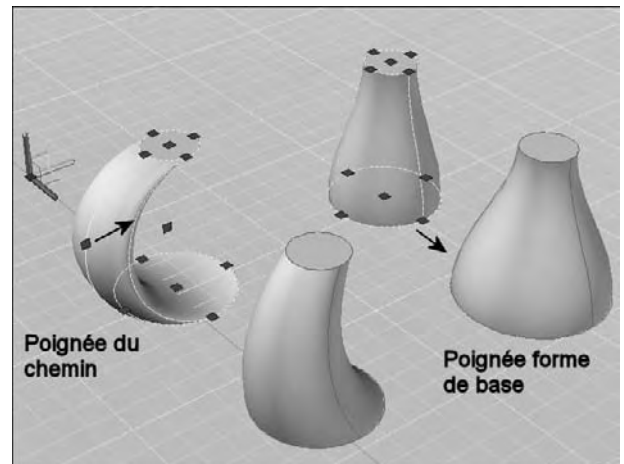

Fig.7.5
- **Solides et surfaces de lissage** : selon la façon dont le solide ou la surface de lissage a été créé, l'objet affiche des poignées sur les lignes ou les courbes de définition à savoir les coupes et la trajectoire. Vous pouvez cliquer et faire glisser les poignées sur les lignes ou les courbes de définition pour modifier le solide ou la surface (fig.7.5). Si le solide ou la surface de lissage contient une trajectoire, vous pouvez uniquement modifier la partie de la trajectoire qui se trouve entre la première et la dernière coupe.